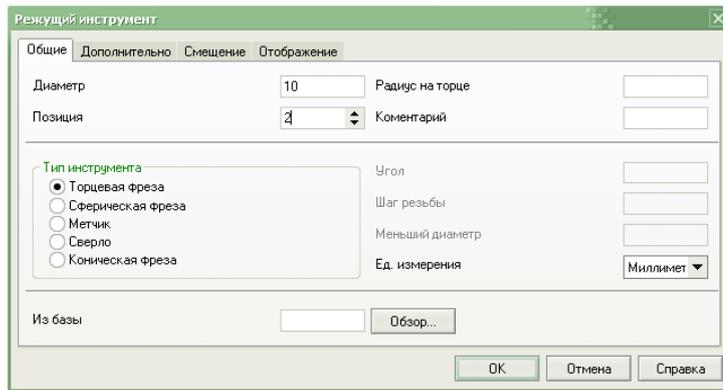

Рис. 9. Edgescam Обработка кармана с предварительным засверливанием в заданной точке.
1. Из меню "Customise" выбрать вкладку "Commands". В ней выбрать "Циклы Edgcam v5.0" и дальше "Обдирка" (рис.9, 10);